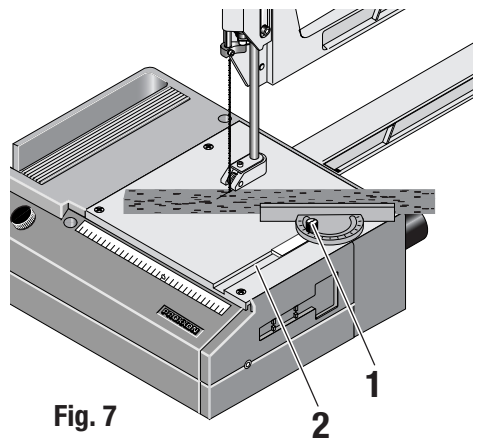

Fig. 7
5. Per segare con la squadra a goniometro, allentare la vite di arresto **1** (Fig. 7), regolare la squadra in base alla scala e serrare di nuovo la vite. Quindi premere leggermente il pezzo da lavorare contro la squadra e condurre la squadra lungo la scanalatura **2**.